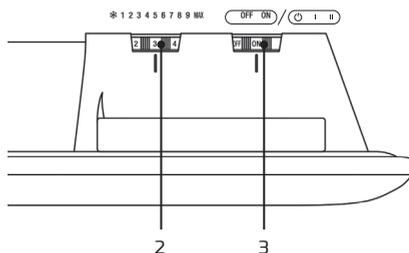
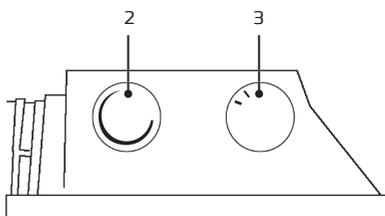

Рис. 7
Рис. 8
2. Поверните регулятор [3] для включения прибора [в положение I или ON в зависимости от модели]. Для модели SORENTO Ecoipo – рис. 7, для модели SORENTO Meccanico – рис. 8.